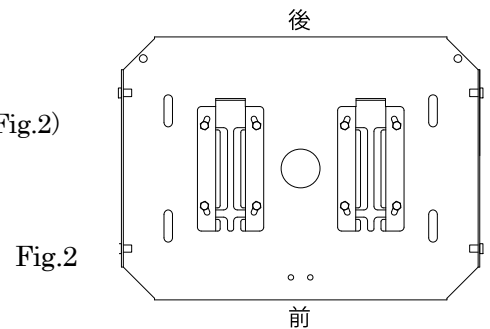
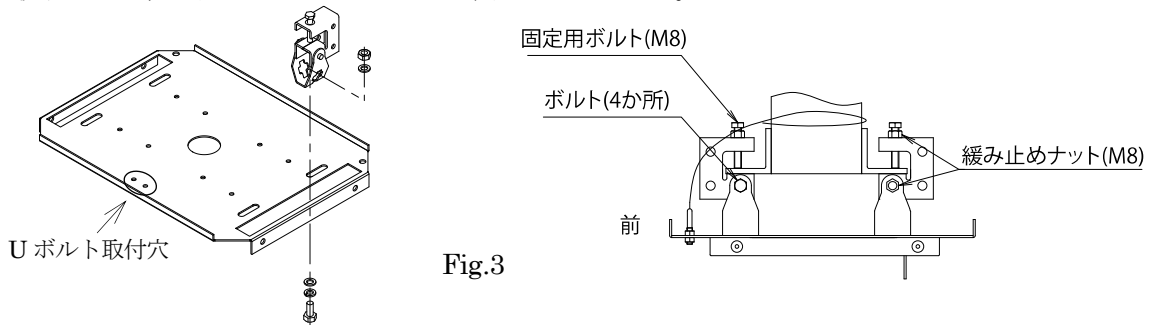

Fig.2
Fig.3
- 1) リール付属のブラケットを、天板に前後間違えないよう注意し、ボルト、平座、バネ座、ナット(M6)にて固定してください。(Fig.2)
- 2) 天板の長孔にビームラックル(4個)をボルト、平座、バネ座、ナット(M10)にて固定してください。その際に、設置用吊り下げブラケット部材の幅となるように調節して固定してください。(Fig.3)
- 1) 付属品を取付けた天板を、設置用吊り下げブラケットに前後間違えないよう注意し、左右バランスを調整の上、固定用ボルトで確実に固定してください。(Fig.2、Fig.3)